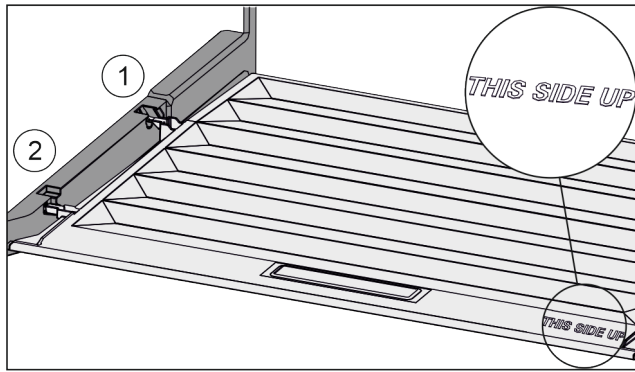

Fig. 49
- ▶ Introduzca los nervios de la tapa por la abertura en el soporte trasero Fig. 49 (1) y encájelos por delante en el soporte Fig. 49 (2).